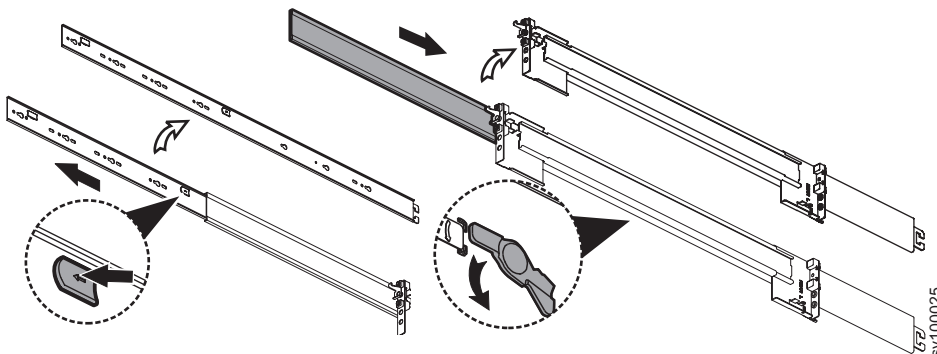

図 19. レールの内部セクションの切り離し
3. 図 19 に示すように、3 つの部分から成る 1 本のレールの内部セクションを切り離します。